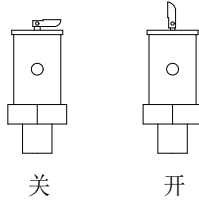

图 4.2
2、开始加热后，将放气阀上小扳手拉起，置于垂直位置。如下图 4.2: